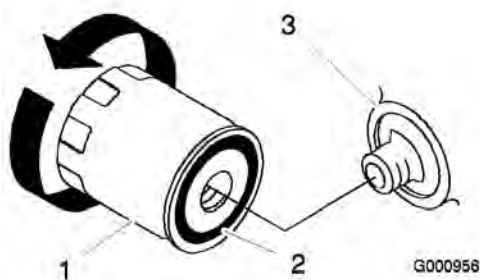

Figura 34
3. Spalmate un velo di olio nuovo sulla guarnizione di gomma del filtro di ricambio (Figura 34).
4. Montate il nuovo filtro dell'olio nell'adattatore, giratelo in senso orario finché la guarnizione di gomma non sfiora l'adattatore, quindi serrate ulteriormente il filtro di 3/4 di giro (Figura 34).